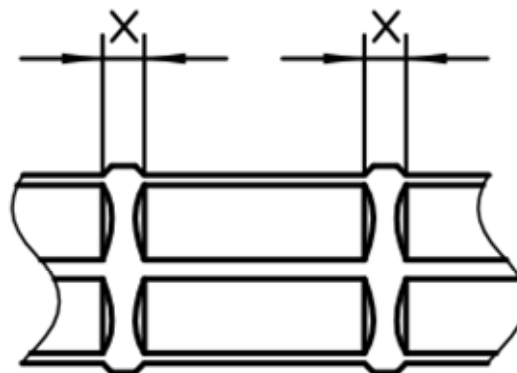

Bild 9
- Überprüfen Sie, ob der Abstand zwischen den Verpressungen gleich oder größer ist als der auf der Zeichnung angegebene Abstand (Bild 9).